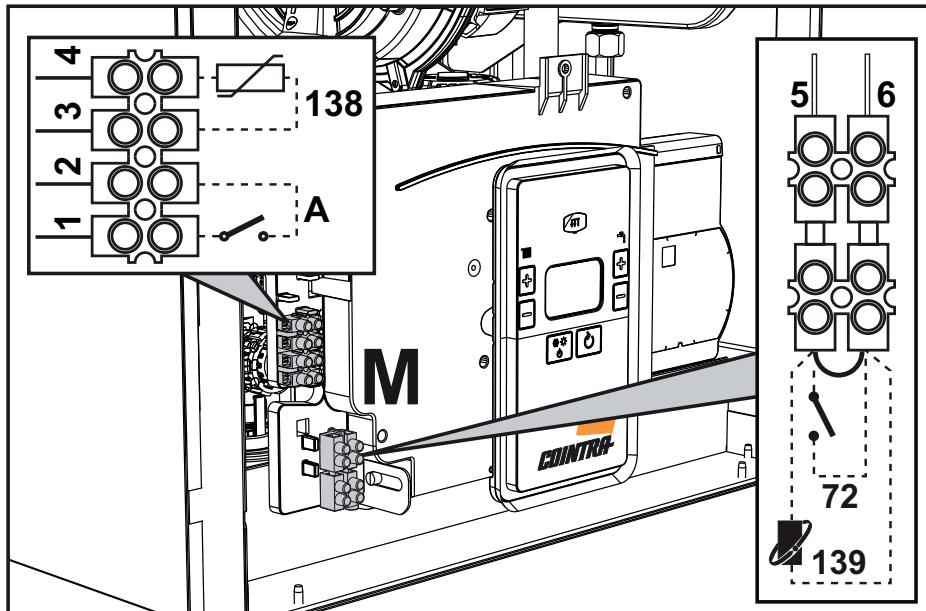
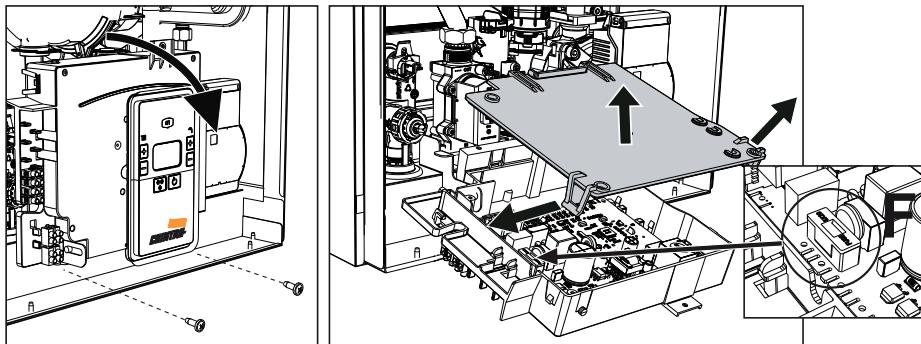

fig. 18
fig. 19
Após a remoção do painel frontal (sez. "Abertura do painel frontal" a pag. 82), é possível aceder aos blocos de terminais (M) e ao fusível (F) seguindo as instruções seguintes (fig. 18 e fig. 19). **Os terminais indicados na fig. 19 devem ter contactos sem tensão (não 230V).** A disposição dos terminais para as várias ligações também é indicada no esquema de ligações elétricas na fig. 45.
**Configuração do interruptor ON/OFF (A fig. 19)**